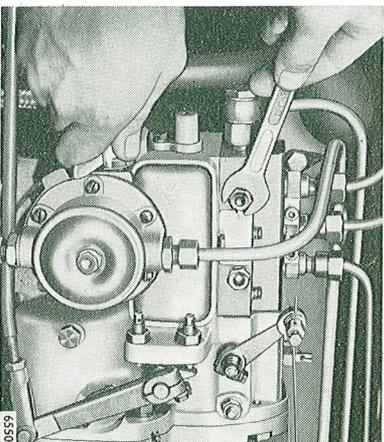

Fig. 20. Purge de la pompe d'injection
2. Ouvrez ensuite la vis de purge d'air sur la pompe d'injection et faites comme décrit ci-dessus, voyez fig. 20.